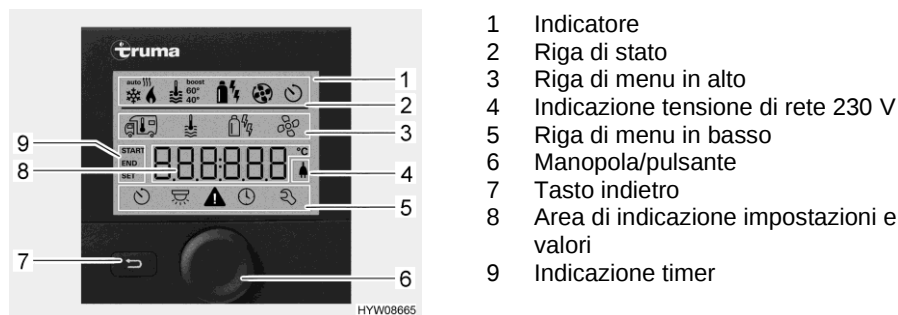
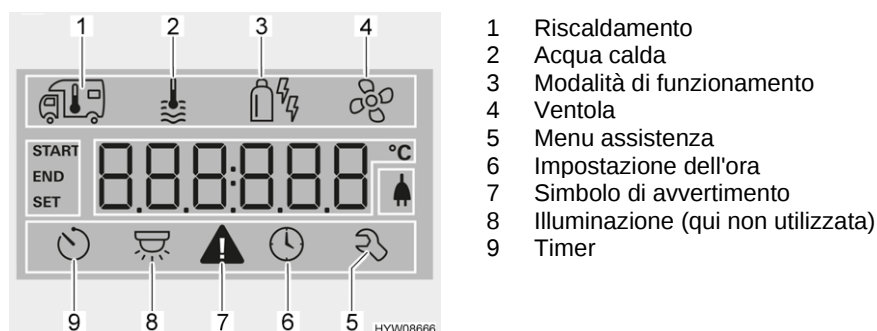

Fig. 112 Centralina di controllo con indicazioni
Fig. 113 Display (centralina di controllo)
- Riga di stato (Fig. 112,2)
- Riga di menu in alto (Fig. 112,3)
- Area di indicazione (Fig. 112,8)
- Riga di menu in basso (Fig. 112,5)
- Premere la manopola/il pulsante (Fig. 112,6) per circa 3 secondi. Vengono visualizzate entrambe le righe di menu (Fig. 112,3 e Fig. 112,5). Il primo simbolo lampeggia.
- Ruotare la manopola/il pulsante (Fig. 112,6), finché viene visualizzato il simbolo del menu desiderato.
- Premere la manopola/il pulsante per memorizzare il valore impostato. Se il valore impostato originariamente non deve essere modificato: Premere il tasto indietro (Fig. 112,7).
- Ruotare la manopola/il pulsante (Fig. 112,6), finché il simbolo del menu del riscaldamento (Fig. 113,1) lampeggia.
- Premere la manopola/il pulsante per memorizzare il valore impostato. Il simbolo nella riga di stato lampeggia (Fig. 112,2), finché viene raggiunta la temperatura impostata. Se il valore impostato originariamente non deve essere modificato: Premere il tasto indietro (Fig. 112,7).
- Ruotare la manopola/il pulsante (Fig. 112,6), finché il simbolo del menu relativo all'acqua calda (Fig. 113,2) lampeggia.
- Premere la manopola/il pulsante per memorizzare il valore impostato. Il simbolo nella riga di stato lampeggia (Fig. 112,2), finché viene raggiunta la temperatura dell'acqua impostata. Se il valore impostato originariamente non deve essere modificato: Premere il tasto indietro (Fig. 112,7).
- Ruotare la manopola/il pulsante (Fig. 112,6), finché il simbolo del menu relativo alla modalità di funzionamento (Fig. 113,3) lampeggia.
- Premere la manopola/il pulsante per memorizzare la modalità di funzionamento impostata. Se il valore impostato originariamente non deve essere modificato: Premere il tasto indietro (Fig. 112,7).
- Ruotare la manopola/il pulsante (Fig. 112,6), finché il simbolo del menu delle ventole (Fig. 113,4) lampeggia.
- Ruotare la manopola/il pulsante (Fig. 112,6), finché il simbolo del menu del timer (Fig. 113,9) lampeggia.
- Premere la manopola/il pulsante. Il timer è attivato. Il simbolo del timer (Fig. 113,9) lampeggia quando il timer è programmato e attivo.
In caso di avviso, il relativo simbolo lampeggia (Fig. 113,7). Il riscaldamento rimane in funzione. Se si tratta solo di un guasto temporaneo, il simbolo di avvertimento si spegne autonomamente.